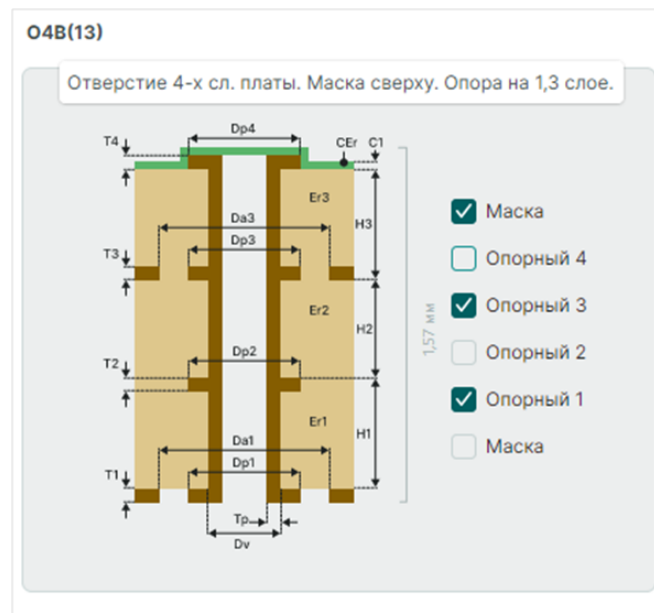

Рис. 22 Модель О4В(13)
Кодовое обозначение модели ПО складывается из аббревиатуры отверстия, обозначения количества слоев в структуре платы и расположения выбранных слоев маски и опорных слоев. Например, кодовое обозначение О4В(13) принято для модели четырехслойной печатной платы с маской на верхнем слое и опорными слоями на 1 и 3 слоях ПП, см. Рис. 22.